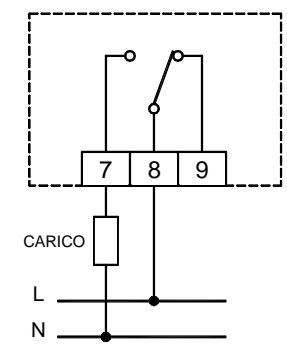

Fig. 3: Schema di collegamento
- Eseguire i collegamenti elettrici, mediante la morsettieria innestata all'interno del fondo del cronotermostato, seguendo lo schema di collegamento di Fig. 3.